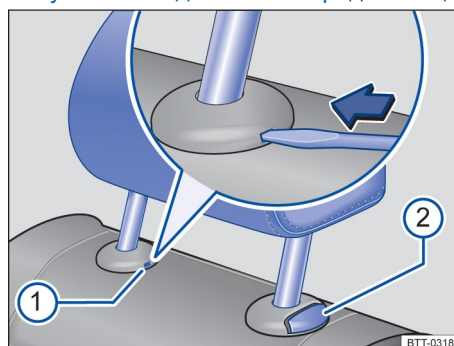

Рисунок 58. Подголовник заднего сиденья: снятие
- Вставьте биту ключа или отвертки в прорезь → Рисунок 58 .
- Нажмите одновременно кнопку → Рисунок 58  и полностью выдвиньте подголовник.
- Нажмите и удерживайте кнопку → Рисунок 58  при опускании подголовника.